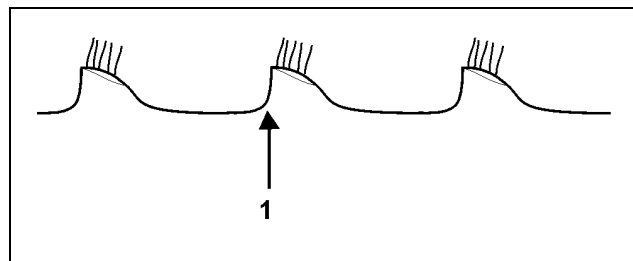

Fig. 33
- Toisen kiekkorivin reuna ei ole näkyvissä ja seuraa ensimmäistä kiekkoriviä (Fig. 33): säädä ensimmäistä kiekkoriviä vasemmalle.